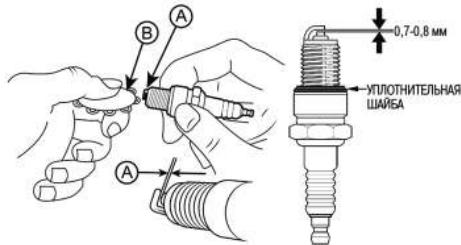

Рис. 12. Проверка зазора между электродами
- Измерьте зазор А между электродами свечи зажигания специальным щупом В. Зазор А должен быть 0,7-0,8 мм (Рис. 12). При увеличении или уменьшении требуемого зазора, рекомендуется заменить свечу, так как регулировка зазора может привести к изменению качества искрообразования.